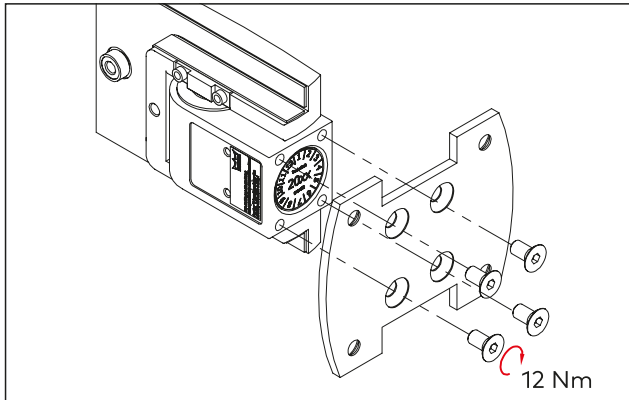

Abb. 15 Befestigung der Montageplatten am Pendeltürband
1. Die Montageplatte mit 4 Senkschrauben (M6 x 12) an das TENSOR Pendeltürband befestigen (Abb. 15).